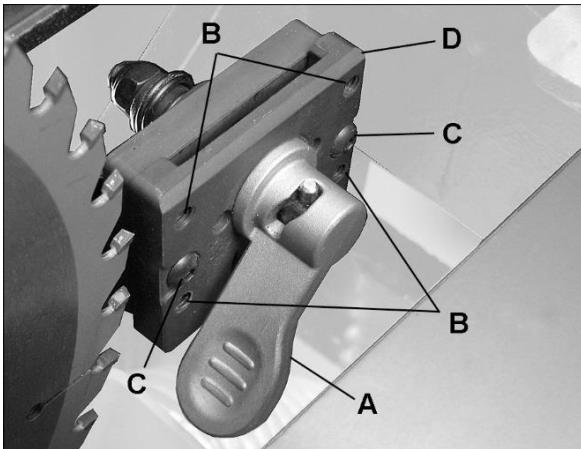

Рис. 8-7
1. Потяните рычаг (A, рис. 8-7) и снимите расклинивающий нож, запомнив, в каком направлении следует выравнивать его по отношению к пильному диску.
2. При помощи 3 мм шестигранного ключа отрегулируйте четыре установочных винта (B, рис. 8-7). Отрегулируйте любой из установочных винтов, который приведет к выравниванию расклинивающего ножа и пильного диска.
3. Снова установите расклинивающий нож, закрепите его, затянув рычаг (A) и проверьте выравнивание, как сказано в шаге 2.
3. При помощи 3 мм шестигранного ключа ослабьте два винта с внутренним шестигранником (С, рис. 8-7). Это позволит крепежной пластине (D) сдвигаться вперед-назад на зафиксированном основании. Постарайтесь сделать зазоры максимально равными.